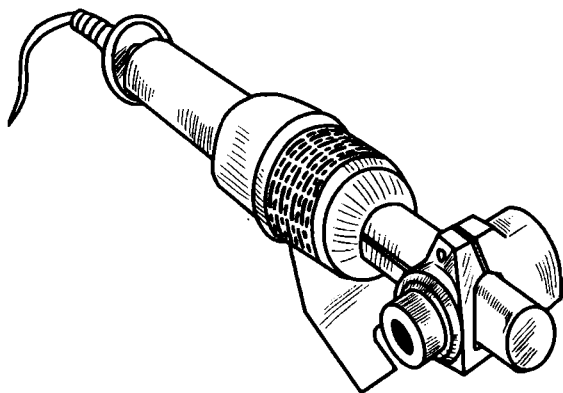

Рис. 38. Паяльник для полипропиленовых труб
- паяльник (рис. 38), который понадобится для соединения полипропиленовых труб;